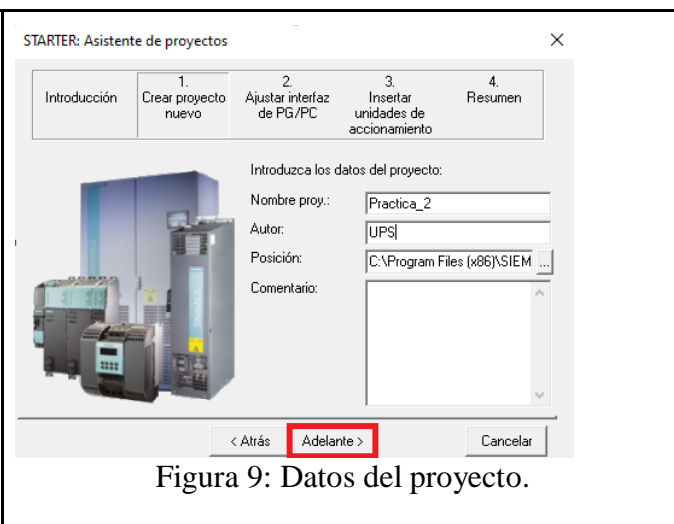

Figura 9: Datos del proyecto.
- 5) Luego en la pestaña **“Crear nuevo proyecto”**, se debe llenar los campos de: nombre de proyecto, autor, ruta donde se guardará el proyecto y comentario. (Ver Figura 9)